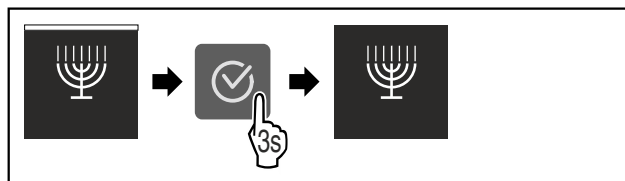

Fig. 14
- ▶ Seguir los pasos de procedimiento (consulte Fig. 14).